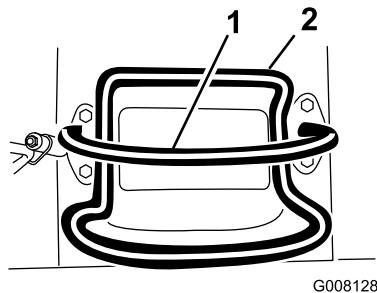
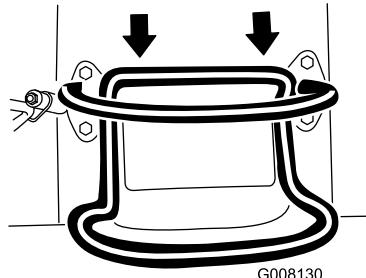

Figura 8
Figura 10
- Para andar para trás, empurre o controlo de tração para trás (Figura 10). Quando fizer marcha-atrás, veja se há obstruções e mantenha as mãos na barra de referência (Figura 8).
- Para parar, solte o controlo de tração (Figura 8).